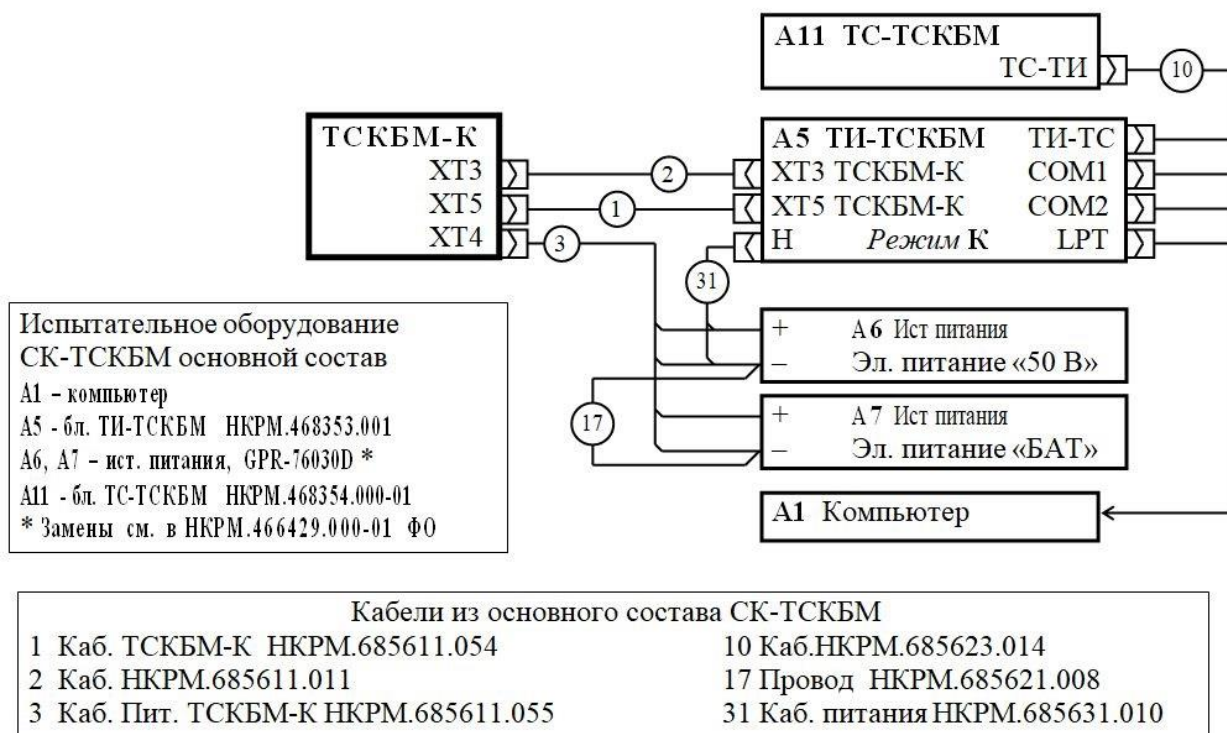

Рисунок 3.2.4.1 - Схема проверки блока ТСКБМ-К с напряжением электропитания 50 В
3.2.4.1 Подключение блока ТСКБМ-К с номинальным напряжением питания 50 В выполняется по схеме проверки, приведенной ниже (рисунок 3.2.4.1).